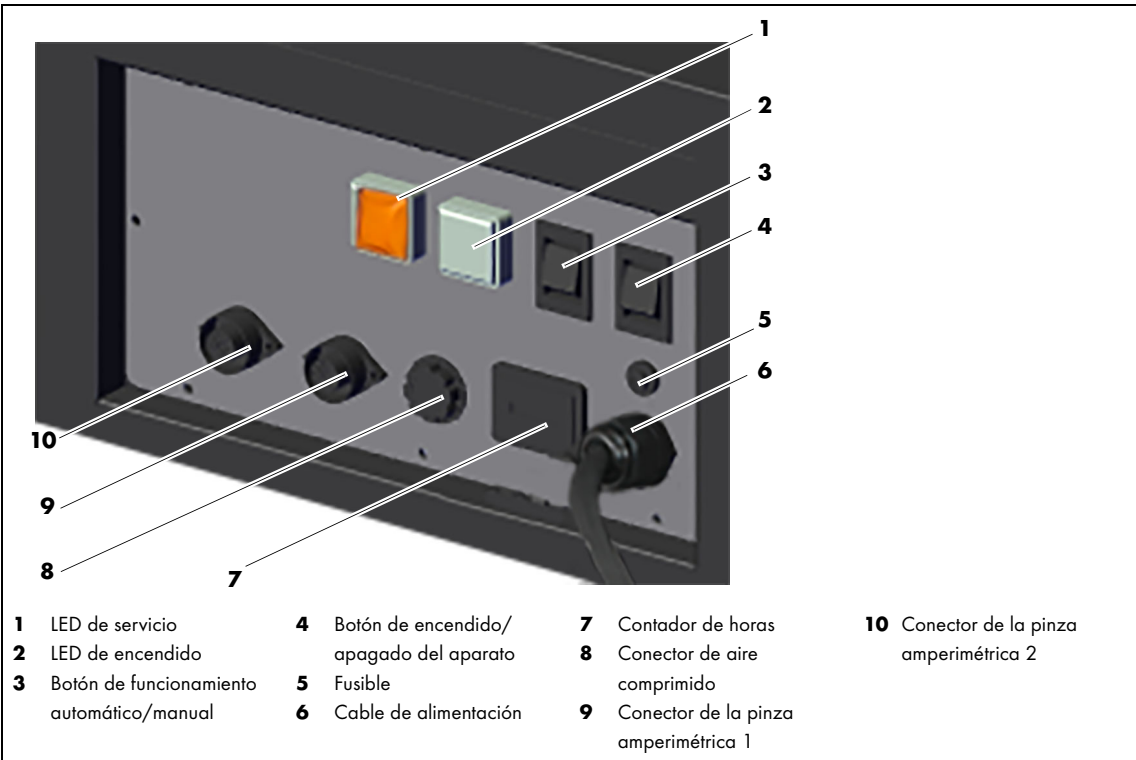

Fig. 5 Elementos de mando/Conexiones
⇒ Fig. 5 Elementos de mando/Conexiones en la página ES-13
- ⇒ Fig. 5 Elementos de mando/Conexiones en la página ES-13
- ⇒ Fig. 5 Elementos de mando/Conexiones en la página ES-13.